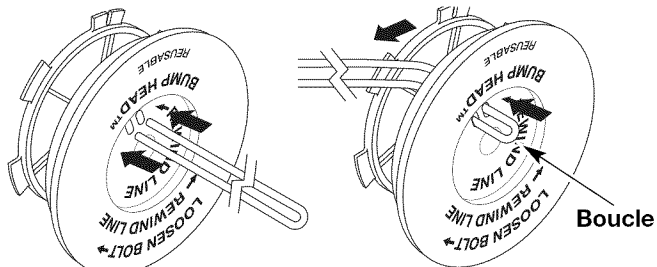

Fig. 31
6. Découpez environ 6 m (20 pi) de fil neuf et faites-en deux boucles de longueurs égales. Insérez chaque extrémité de fil dans l'un des deux trous du moulinet (Fig. 31). Tirez le fil à travers le moulinet pour que la boucle soit le plus petit possible.